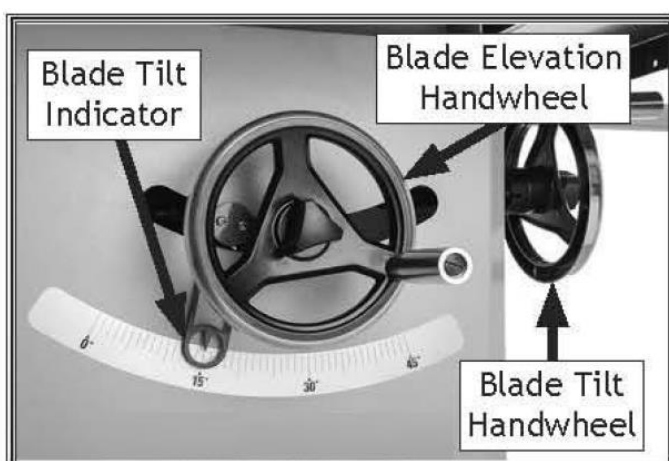

Рисунок 17. Индикатор наклона диска и шкала угла наклона
6. Поверните маховик наклона диска, пока индикатор наклона диска не покажет  $15^\circ$  на шкале угла наклона диска (см. рисунок 17).